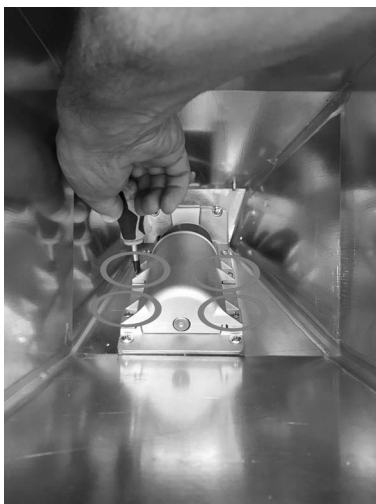

Fig. 78 - Αφαίρεση βιδών
- Εισέλθετε στη δεξαμενή και ξεβιδώστε τις 4 βίδες του περιβλήματος του κοχλία (δείτε **Fig. 78**).